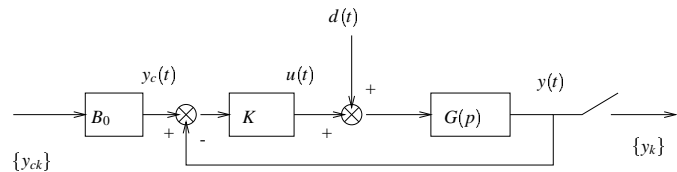

Figure 4: Système régulé discrétisé
6. On considère maintenant le schéma de la figure 4. Donner les modèles de ce nouveau système échantillonné.